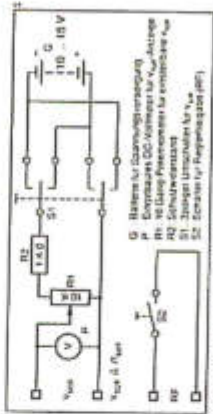

Abb. 12: Batteriespeisegerät
- Batteriespeisegerät für einstellbare Sollwertvergaben bis ±10 V (siehe Abb. 12).